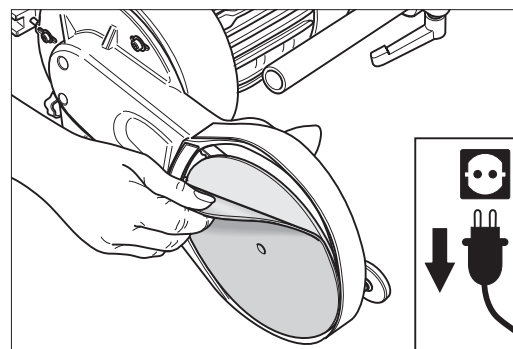

Abb. 45: Die verschlissene Klettschleifscheibe einfach abziehen.
- 4 Ziehen Sie die verschlissene Klettschleifscheibe vom Schleifteller ab (Abb. 45).